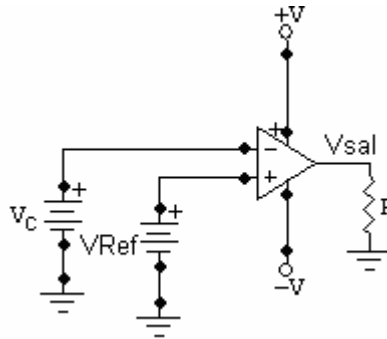

Figura 1.3 Comparador Inversor
En esta configuración el voltaje que se tendrá como referencia (que puede ser negativo o positivo) debe estar conectado a la entrada no inversora del amplificador operacional y la señal a comparar en la entrada inversora, tal como se muestra en la figura 1.3
1. Implemente un circuito comparador inversor (Ver figura 1.3), con las siguientes especificaciones: